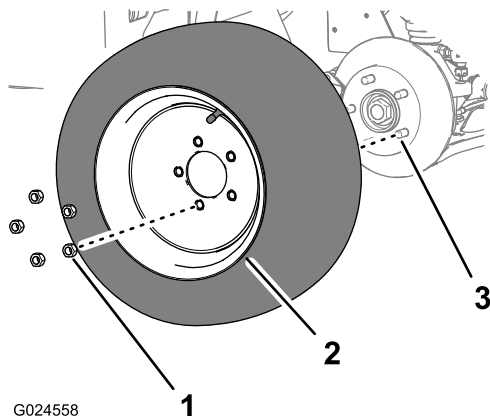

Рисунок 16
1. Отверните 5 зажимных гаек, которые крепят каждое переднее колесо к ступице колеса (Рисунок 16).
2. Снимите колесо со ступицы колеса (Рисунок 16).